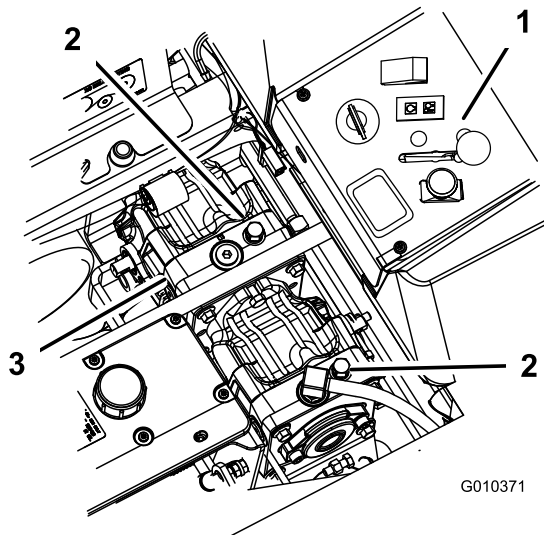

Figure 38
3. Tournez les vannes de dérivation d'un tour dans le sens antihoraire pour pousser la machine (Figure 38).
Tournez les vannes de dérivation d'un tour dans le sens horaire pour conduire la machine (Figure 38).